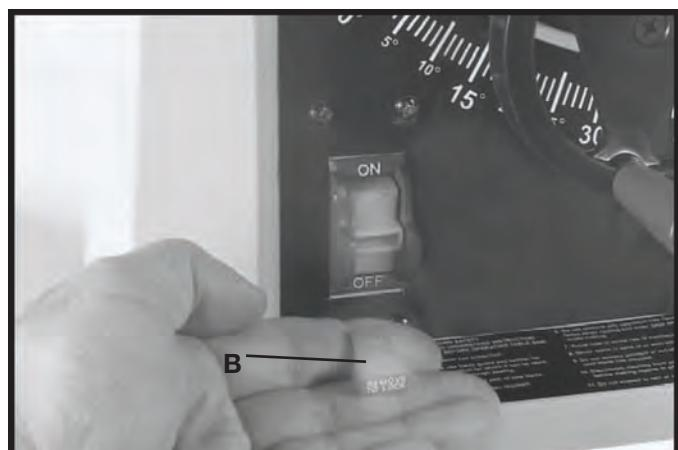

Fig. 28
IMPORTANTE: Quando a ferramenta não estiver em uso, deixe a chave na posição “desligar” para evitar uso não-autorizado. Para travar a ferramenta, segure o interruptor articulado (B) e puxe-o para fora da chave (Fig. 28). Com o interruptor articulado (B) removido, a chave não funcionará. No entanto, se este for removido enquanto a serra estiver em funcionamento, a máquina pode ser “DESLIGADA”, mas não religada se o interruptor não for recolocado (B).